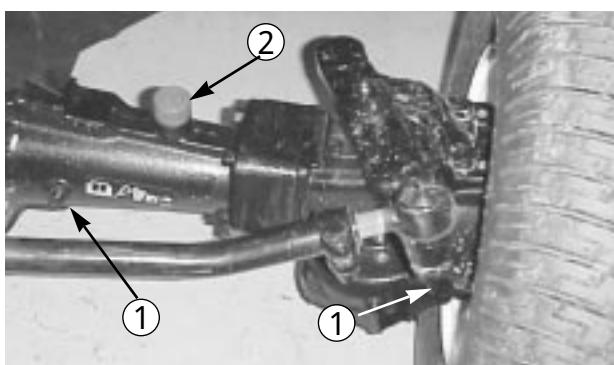

図20
2. アクスルの各端から点検用プラグ（図20、21）を抜き、穴の上面まで潤滑油があることを確認する。